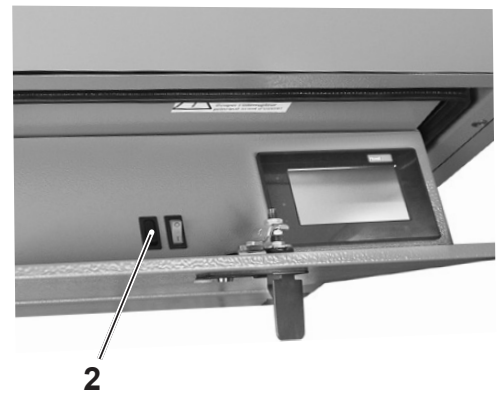

Bild 02
2. Entstörknopf (2, Bild 02) drücken, bis die Störlampe erlischt. Die Störmeldung ist behoben und der Heizbetrieb wieder aktiv.